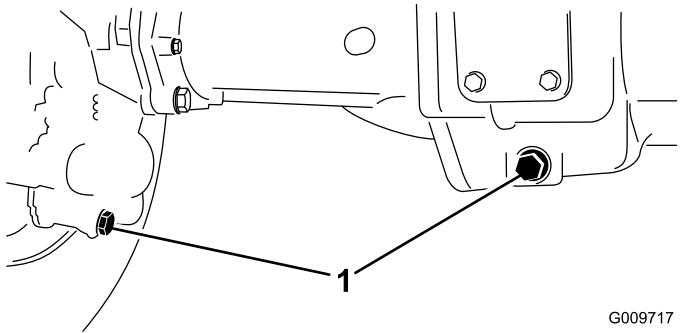

Bild 51
2. Reinigen Sie den Bereich um die drei Ablassschrauben, d. h. jeweils eine an jedem Ende und eine in der Mitte (Bild 51).